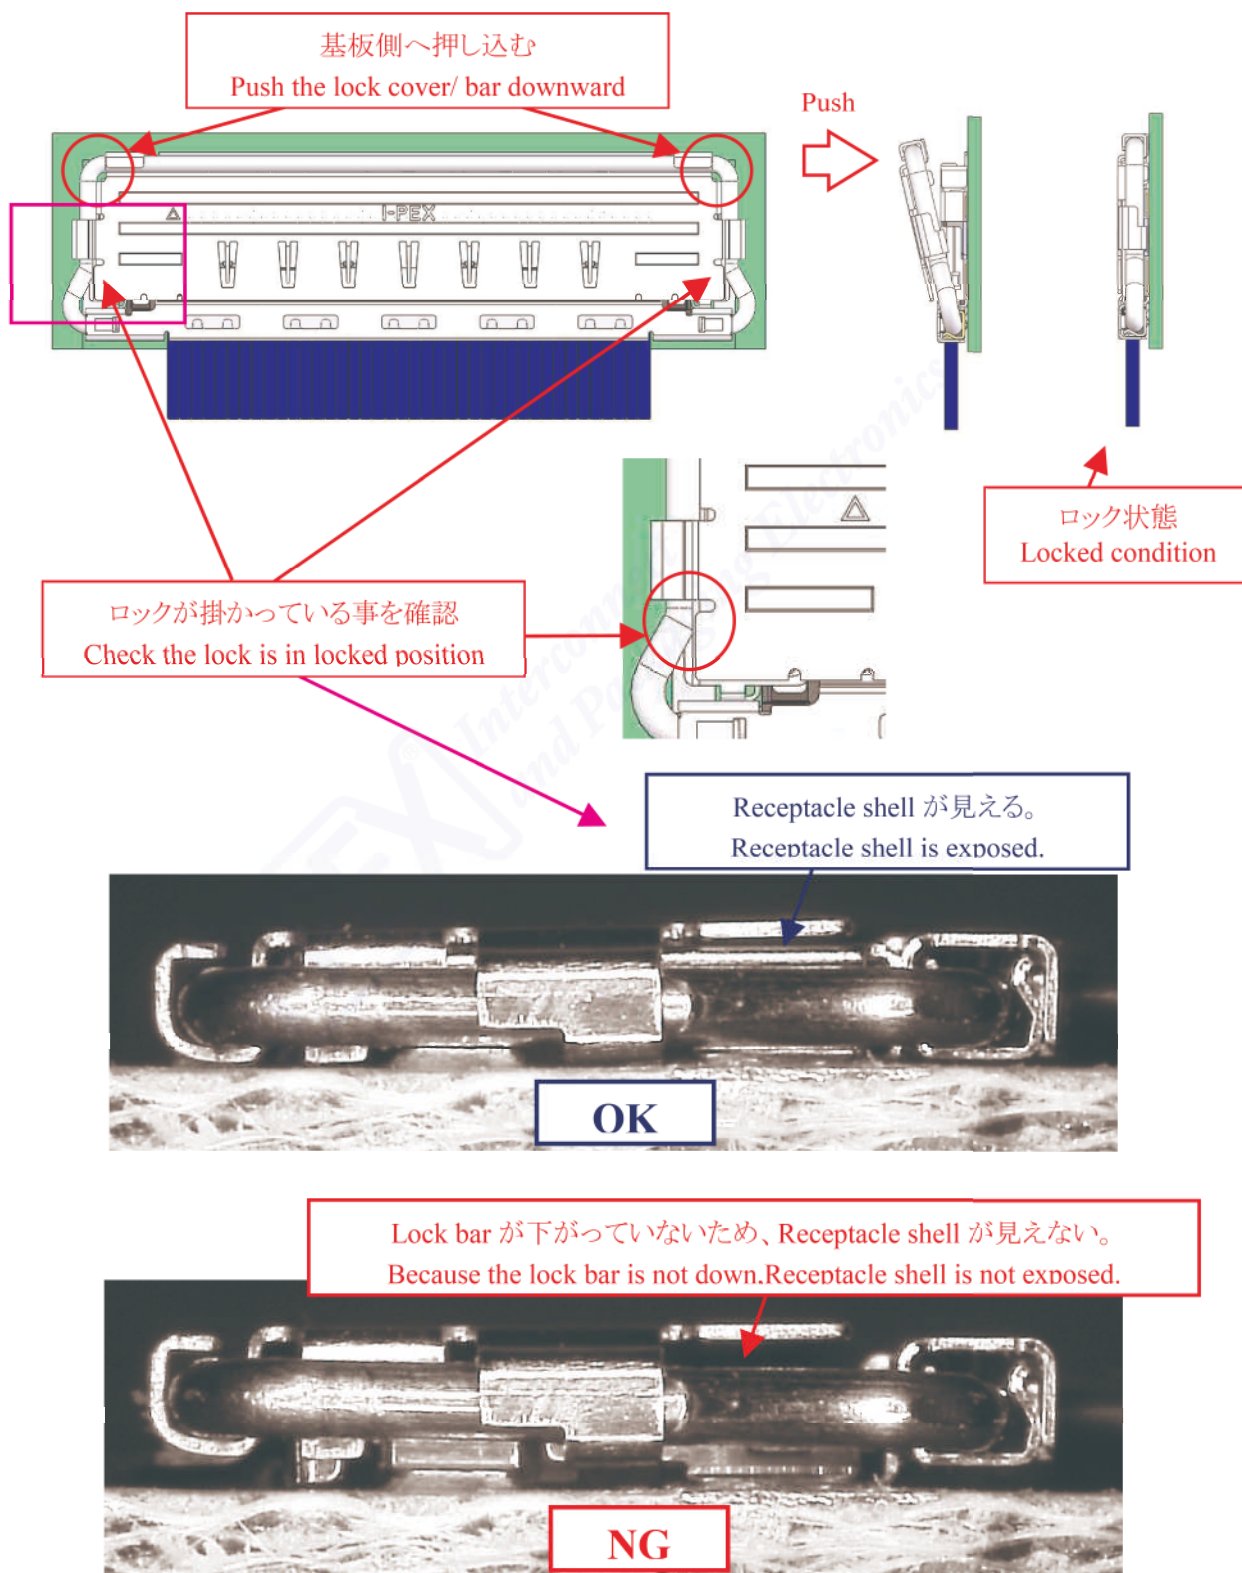

図 11 (Fig.11)
- ③Cover の図 11○部を基板側へ押し込み、リセプタクルコネクタの SHELL と Lock Bar をロックさせる。